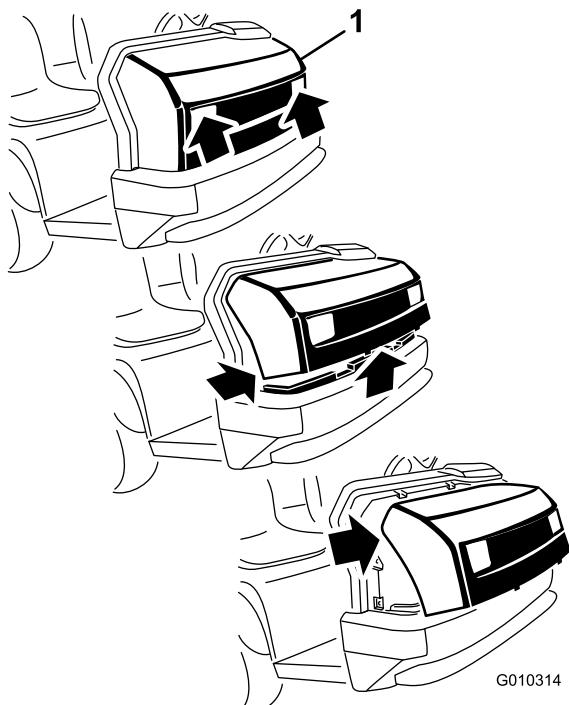

図 37
1. ヘッドライトの開口部でフードをつかみ、フードを持ち上げて、下側の取り付けタブをフレームの穴から外す（図 37）。
2. フードの下側を手前に持ち上げてから下に引っ張り、上側の取り付けタブをフレームの穴から外す(図 37)。
3. フードの上側を手前に倒し、ヘッドライトからワイヤコネクタを抜く(図 37)。